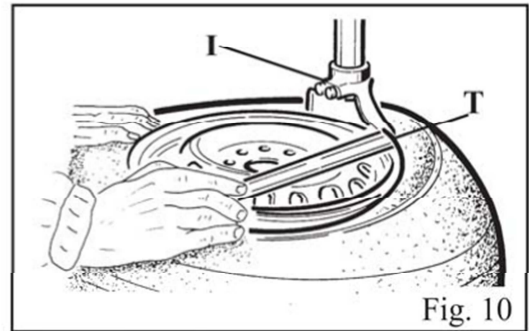

Fig. 10
- Fixer le réservoir sur la partie arrière du corps de la machine en utilisant la vis prévue à cet effet. Fig. 10.
- Faire passer le tuyau (2), situé dans le corps de la machine, à travers l'orifice à l'arrière du corps de la machine.
- Fixer le tuyau (2) à l'arrière en utilisant le raccord prévu à cet effet.
Pour ne pas endommager la chambre à air, s'il y en a une, il est conseillé d'effectuer cette opération en maintenant la valve à 10 cm environ à droite de l'outil de montage. (Fig.10)